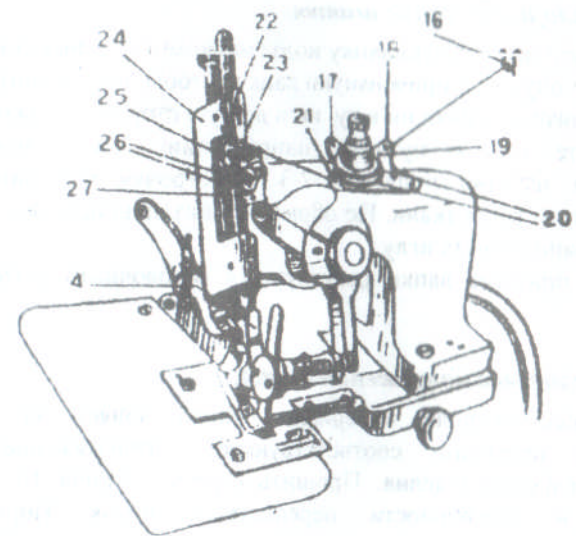

рис. 7
Для зарядки игольной нити проводят нить сначала сверху вниз, а затем вверх через два задних отверстия в нитенаправляющей пластине (2). Далее под шайбы регулятора нитенатяжения (15) и в отверстие нитенаправителя на игловодителе (10), затем вниз между шайбами Натяжения (11) вставить в ушко иглы прямо от себя. См. рис. 7